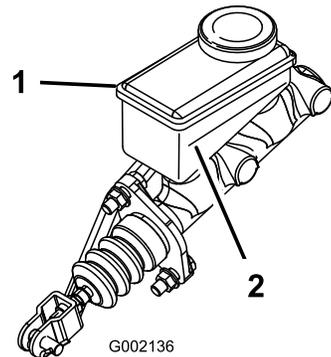

図 58
3. タンクの側面についているマークで、量を点検する **図 58**。
- B. 最低ラインより上まで DOT 3 ブレーキ液を補給する 図 58。